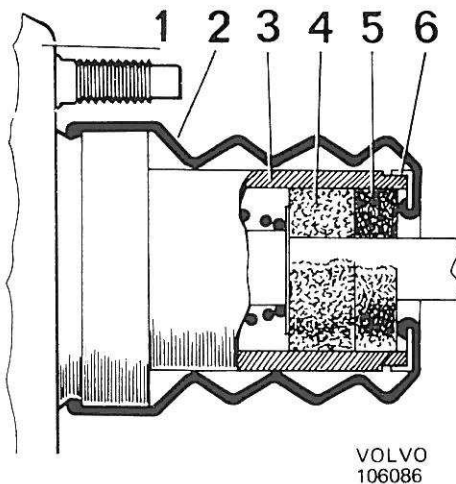

Figure 103. Détails du filtre
5. Dégager le soufflet caoutchouc. Retirer le filtre, le découper et l'enlever. S'il s'agit d'une servocommande du type 3 (figure 103), enlever la bague de retenue (6) avec un tournevis et retirer ensuite l'isolant phonique (5) et le filtre (4).
Enlever le capot caoutchouc (figure 103). Démontez la bague de retenue (6) en se servant d'un tournevis. Retirer l'isolant phonique (5) et le filtre (4).